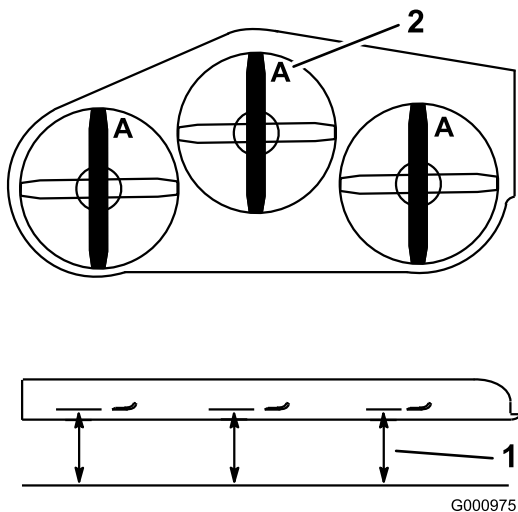

Figure 76
4. Mesurez la distance entre la surface plane et le tranchant (position **A**) des lames (Figure 76).